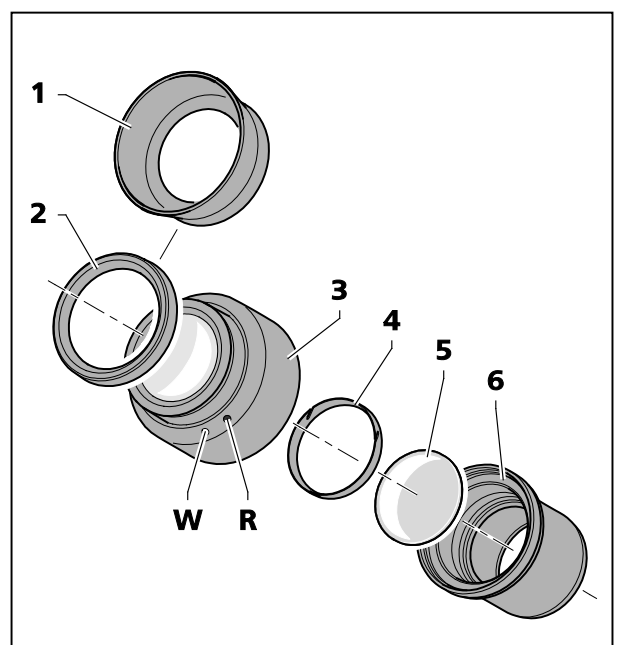

Fig. 16 Inserire il microscopio oculare
Gli oculari sono dotati di anelli di protezione di gomma per evitare graffi sugli occhiali. A scelta, gli stessi possono essere sostituiti con paraocchi rovesciabili (Fig. 16/1).
- A questo, togliere gli anelli di protezione per gli occhiali (Fig. 16/2) dagli oculari e adattare i paraocchi (Fig. 16/1).
- Svitare il pezzo a diaframma (Fig. 16/6) per toglierlo dall'oculare (Fig. 16/3).
- Togliere l'anello di sicurezza (Fig. 16/4).
- Inserire il micrometro oculare (Fig. 16/5).
Lo spostamento leggero, causato dal cammino ottico addizionale, è preso in considerazione sulla scala diottrica attraverso l'indicazione della posizione zero non per mezzo del punto bianco (Fig. 16/W), ma tramite il punto rosso (Fig. 16/R).